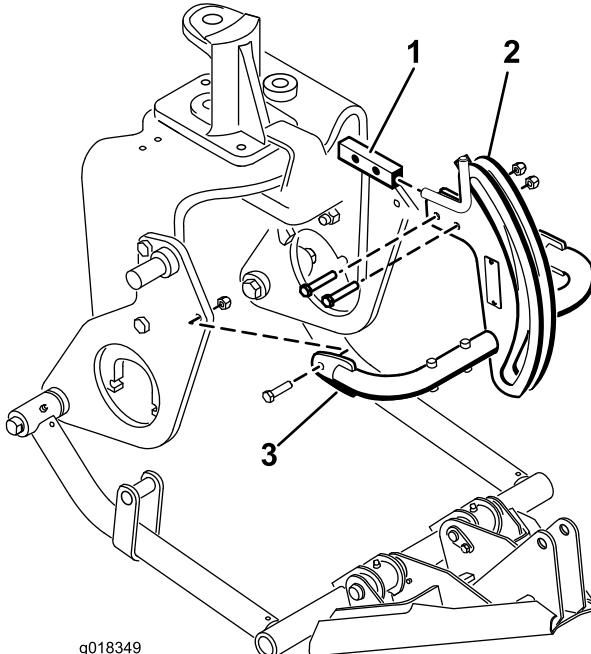

Figura 9
6. Monte la parte superior del bastidor de enganche en el soporte del bastidor de enganche con 2 pernos (3/8 x 2 pulgadas) y tuercas (Figura 9).
7. Monte los tubos del bastidor de enganche en las chapas laterales con pernos (3/8 x 1-1/2 pulgadas) y tuercas (Figura 9). Apriete los herrajes.